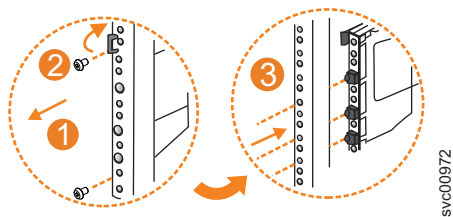

图 132. 从前部机架支架中卸下导轨组合件
1. 卸下用于将外部导轨部件连接到前部支架组合件的两颗螺钉，如图 132 中所示。
2. 通过将导轨部件拉离前部支架以将其卸下，如图 132 中所示。